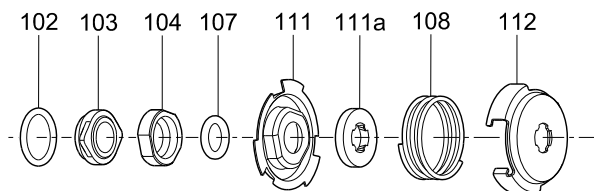

Рис. 15 Детализовка уплотнения вала
8. Демонтировать уплотнение вала (поз. 105). См. рис. 15.